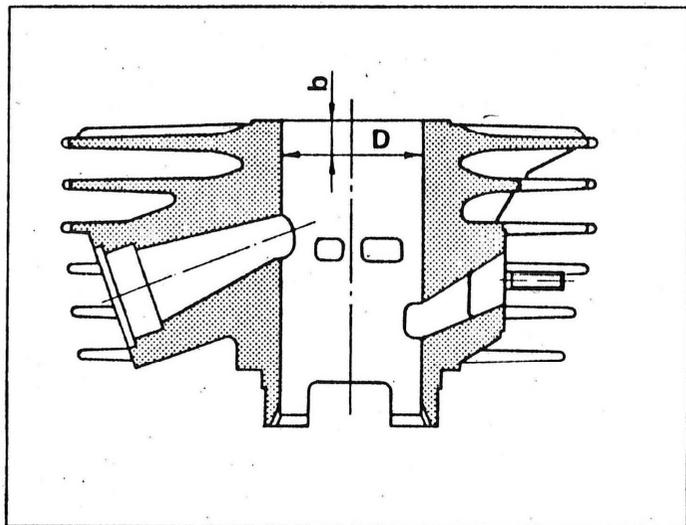
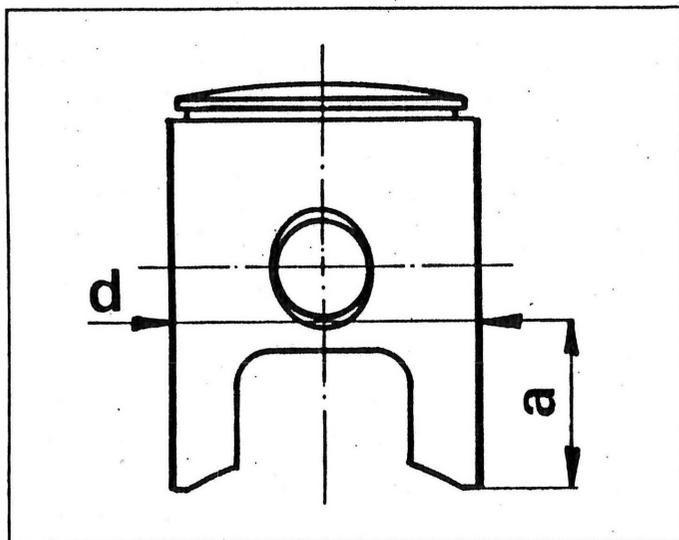

Fig. 2
Fig. 3
- Controllare pistone e cilindro procedendo alla misurazione del diametro nei punti indicati rispettivamente nelle Fig. 2 e Fig. 3. Nella tabella 1 Pag. 7 sono indicate le misure ideali di accoppiamento nelle varie selezioni (la lettera indicante la selezione è riportata sul cielo del pistone e su di una nervatura di rinforzo rivolta verso lo scarico sul piano superiore del cilindro), come si può notare il gioco prescritto tra il diametro del pistone ed il diametro del cilindro è compreso da 0,038 a 0,046 mm. Nel caso che, all'atto della misurazione del pistone e cilindro il gioco risulti superiore a quello prescritto, procedere alla sostituzione del pistone con uno di diversa selezione in modo da riportare il gioco al valore richiesto.